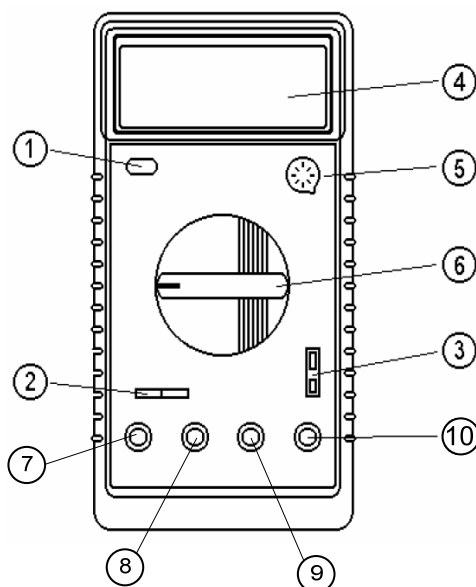

Рис. 3. Схема лицевой панели цифрового мультиметра Mastech MY64:
6. Установить переключатель режима работы мультиметра в положение измерения переменного напряжения, предел измерения 200 В. Подключить гнездо 9 мультиметра (рис. 3) к общему измерительному контакту К1.2 Активной нагрузки панели «Блок нагрузок».
7. Подключить гнездо 10 мультиметра (рис.3) к контакту К2.2 Активной нагрузки панели «Блок нагрузок».